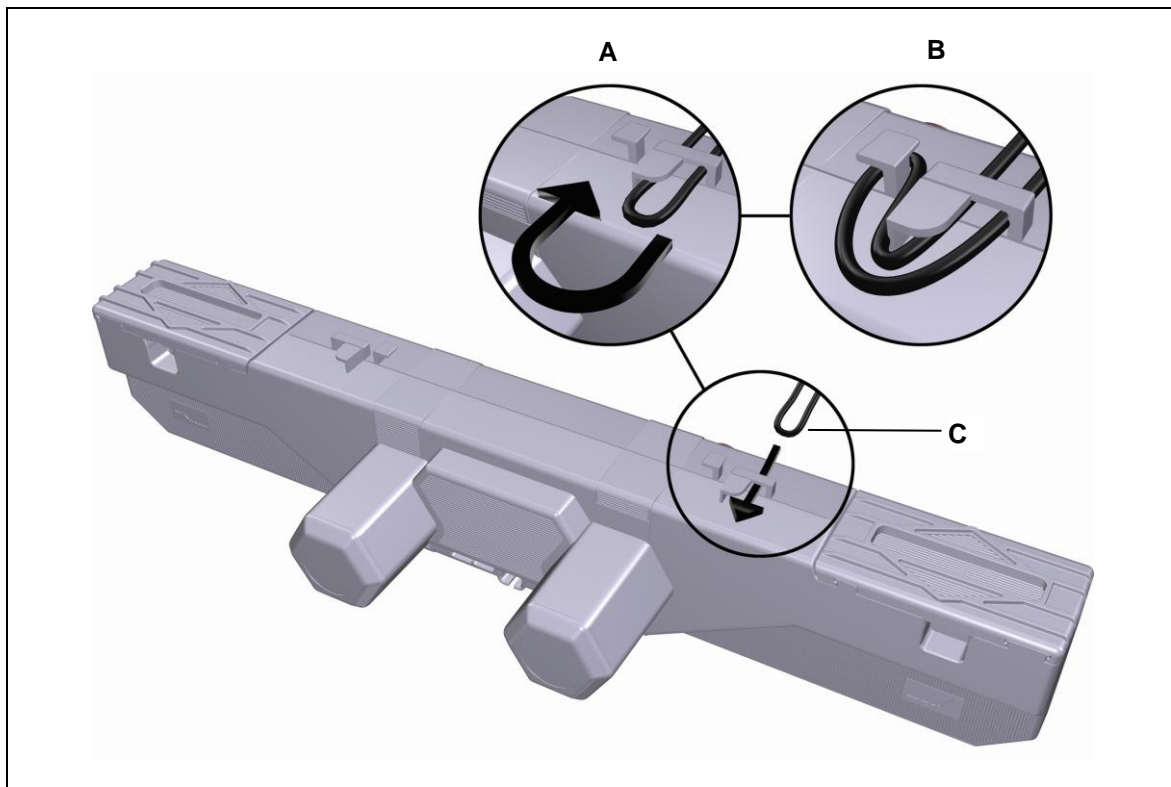

Abbildung 8 Kabel in die Zugentlastung einfädeln
- 2 Schieben Sie das Handschalterkabel in einer Schlaufe durch die Zugentlastung und ziehen Sie die Schlaufe leicht zurück, wie in Abbildung 8 gezeigt.